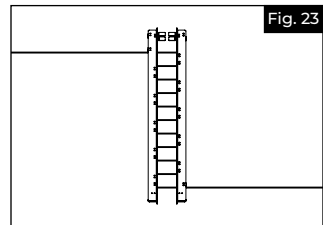

Fig. 23
b. Saque el conjunto de la guía del cable para barandal plano del paquete. Coloque el conjunto en el suelo cerca de los postes en los que se insertará. Desenrolle completamente cada bucle de cable para que estén libres de torceduras. Deje que los cables queden planos y rectos en el suelo (Fig. 23).